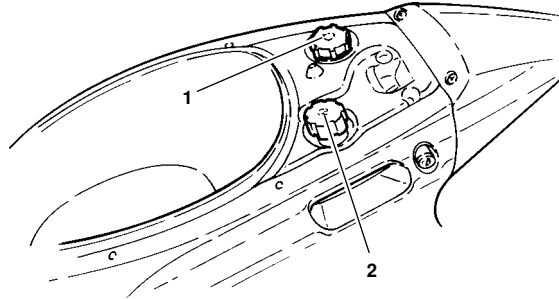

Fig. 12
- Levantar el sillín, desenroscar el tapon (2 - Fig. 12). Verter el aceite con cautela teniendo precaución de no echarlo sobre la carrocería.